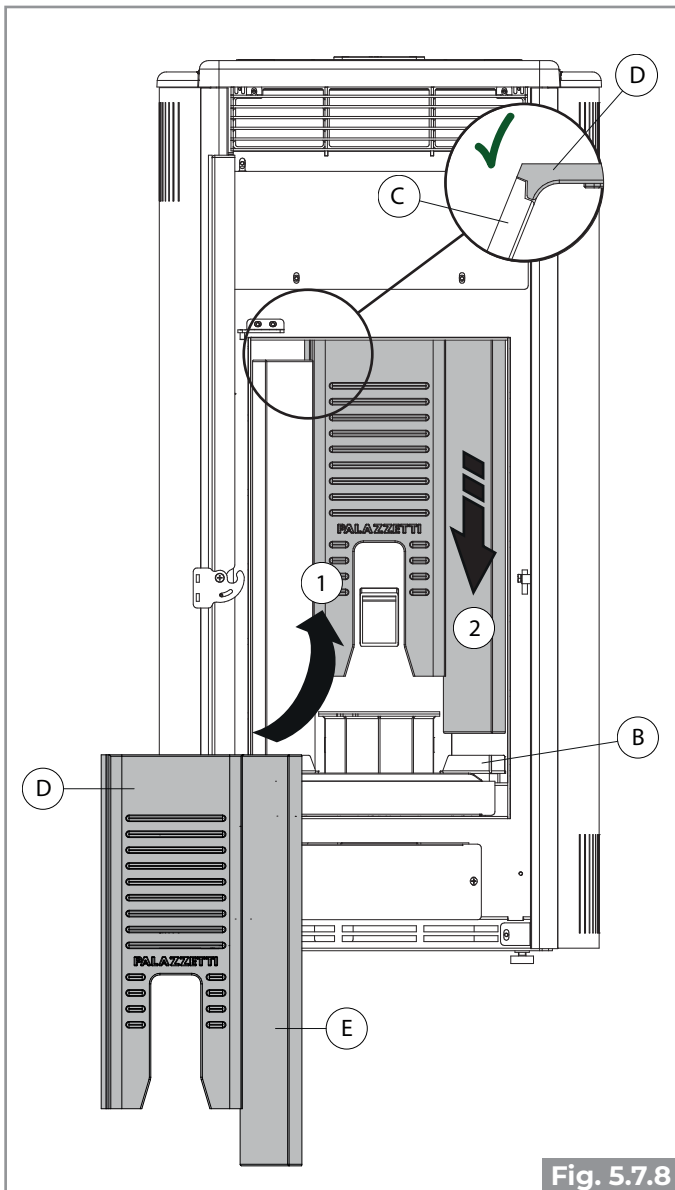
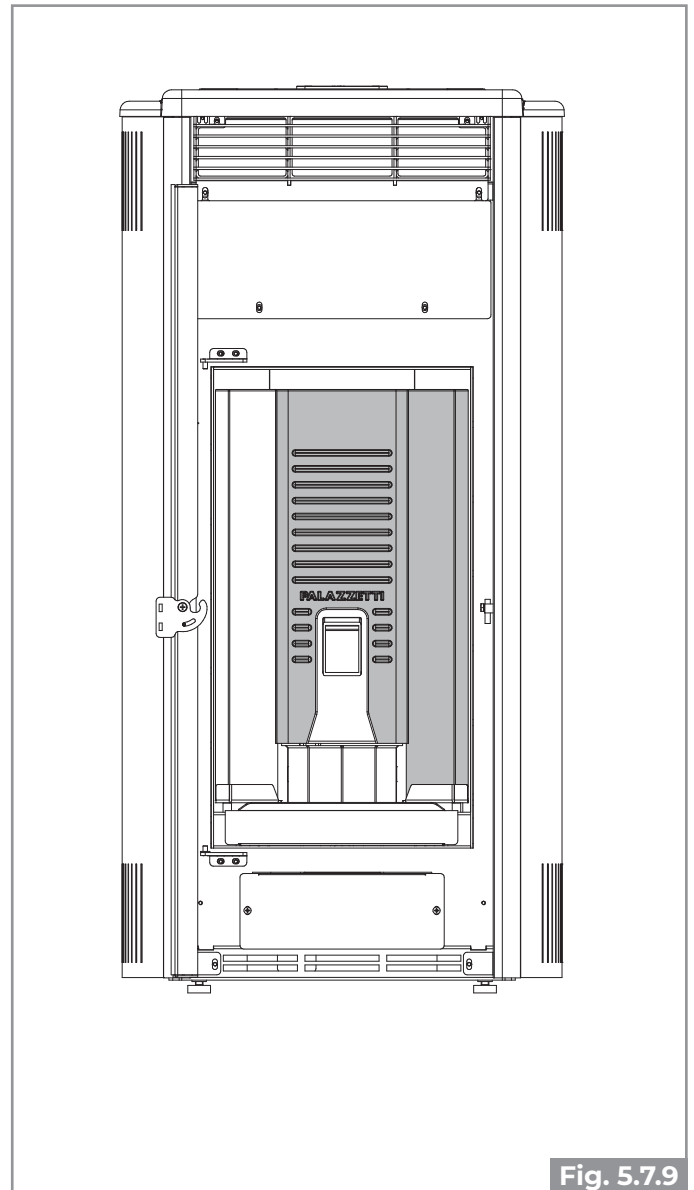

Fig. 5.7.8
Fig. 5.7.9
- la paroi du fond D soit insérée dans le profilé latéral de la paroi gauche C et repose sur la porte du brasero (Fig. 5.7.8 Fig. 5.7.9)
- la partie inférieure de la paroi de droite E soit insérée dans le logement du support B (Fig. 5.7.8 Fig. 5.7.9) ;